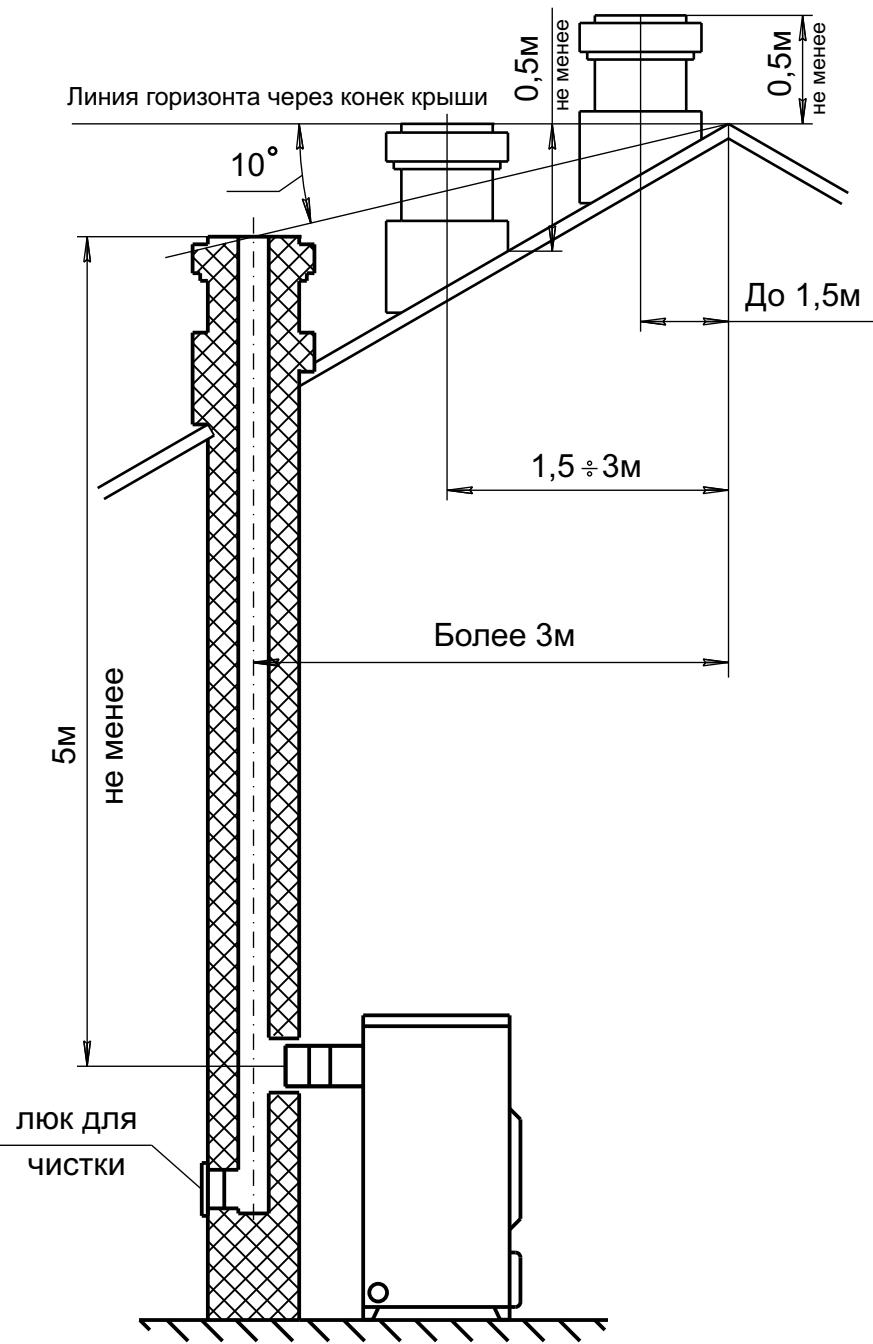

Рис. 3 Варианты установки дымовой трубы
Высоту дымовой трубы над крышей (в зависимости от расстояния ее до конька крыши) выполнить как показано на рис. 3.
6.9. Для обеспечения пожаробезопасности и избежания загазованности в помещении дымовая труба должна быть выведена над уровнем крыши в соответствии с требованиями СНиП 2.04.08-87, см. рис. 3.
Застоявшийся в дымовой трубе холодный воздух (наблюдается в переходное время года)	Восстановить тягу, сжигая в люке для очистки (см. рис. 3) легковоспламеняющиеся материалы; бумагу, стружку, солому.